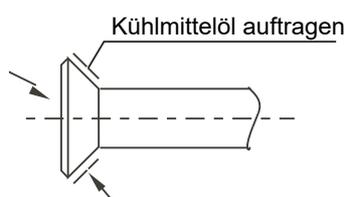

Abb. 5.1
- b. Verteilen Sie Kühleröl (es muss Motoröl sein, das mit dem Kühlmedium dieses Typs verträglich ist) auf der Außenfläche der Flammendichtung und der konischen Fläche der Anschlussmutter und schrauben Sie sie 3 oder 4 Umdrehungen von Hand auf (Abb. 5.1) bevor die Bördelmutter aufgeschraubt wird.